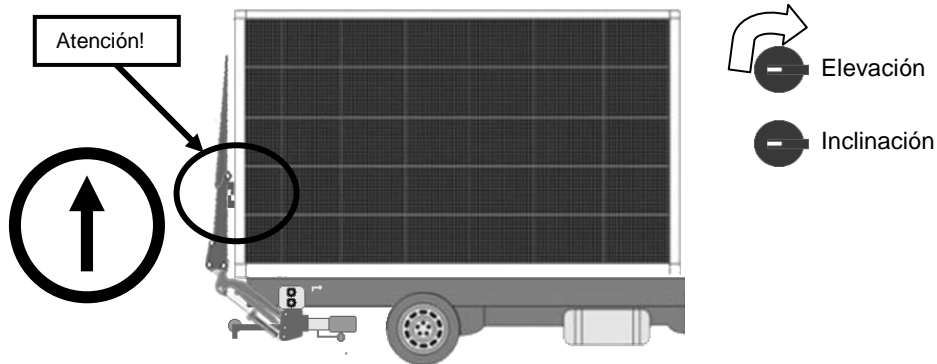

Figura 1
1. Antes de comenzar, accione el corta corriente para suministrar energía. Elevar la plataforma de 5 a 10 cm usando la perilla del tablero de comando (Superior en sentido horario), para lograr el destrabe de la plataforma. (Figura 1)
1. No inclinar la plataforma hasta no lograr el destrabe de colgado, siempre realizar los pasos de la figura 1.